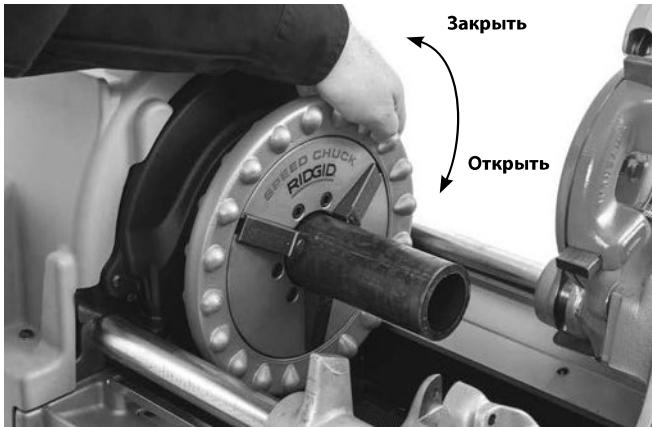

Рис. 16 – Закрепление трубы в зажимном патроне
Полностью откройте зажимные патроны резьбонарезного станка. На резьбонарезных станках с ручным зажимным патроном вращайте маховичок переднего зажимного патрона по часовой стрелке (см. рис. 16). На резьбонарезных станках с автоматическим зажимным патроном передвиньте переключатель РЕВЕРС/ВЫКЛ/ВПЕРЕД (2/0/1) в положение РЕВЕРС (2), нажмите и отпустите ножной выключатель.
Поверните маховичок переднего зажимного патрона против часовой стрелки (если смотреть с передней стороны станка Рис. 16), чтобы сомкнуть его на трубе. Проверьте, что труба отцентрирована во вставных губках. С помощью нескольких сильных оборотов ручного маховика против часовой стрелки закрепите трубу в переднем зажимном патроне.